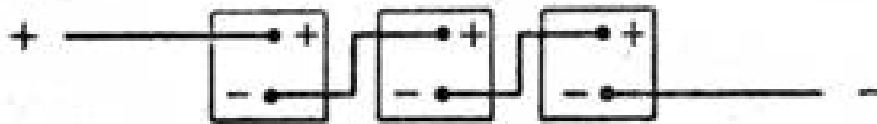

Рис.4. Последовательное соединение элементов
- 8.5. Подключите ИБП к источнику постоянного тока напряжением 120В. Для подключения использовать многожильный провод в одинарной изоляции по типу ПВЗ сечением не меньше 10 квадратов и длиной не более 90 см. При подключении аккумуляторного блока к ИБП строго соблюдайте полярность. Если Вы используете несколько аккумуляторных батарей, то их необходимо соединить последовательно для получения необходимого напряжения питания ИБП (см. рис.4).